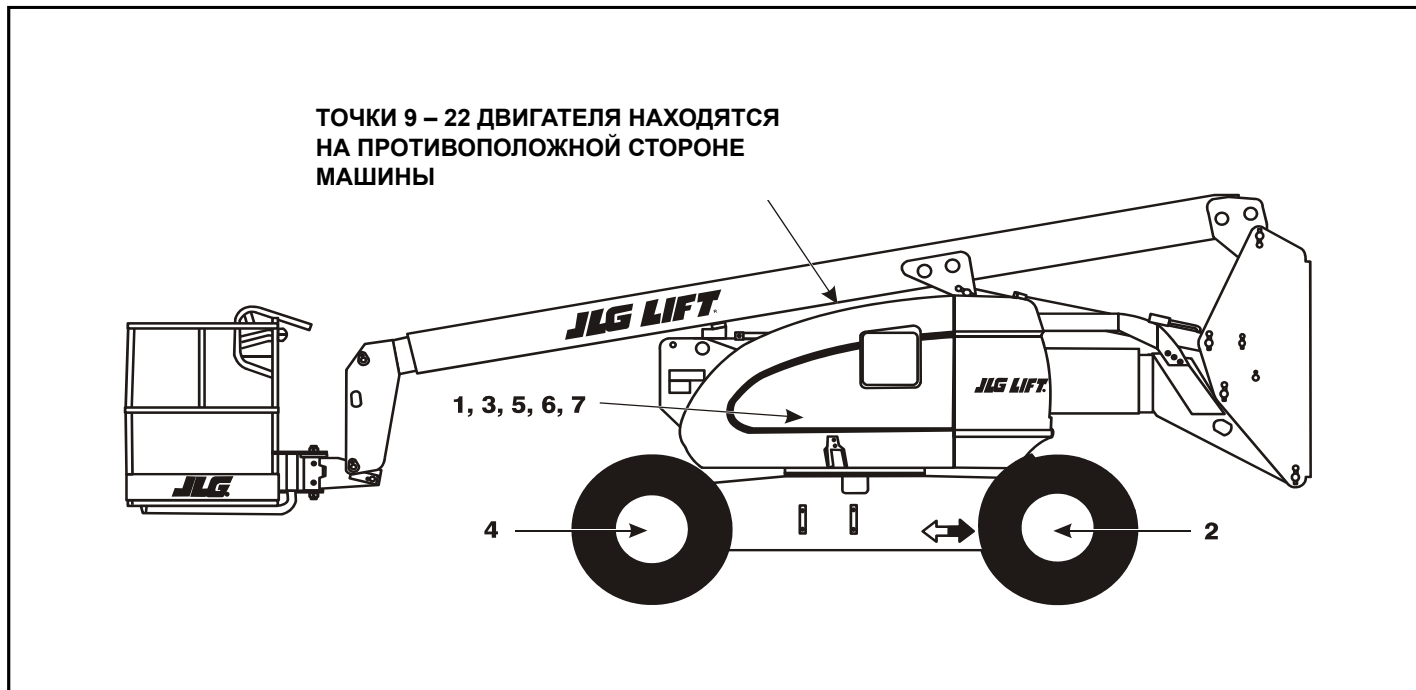

Рисунок 6-10. Точки смазки и места технического обслуживания
*ПРИМЕЧАНИЕ.* Номера соответствуют позициям на Рис. 6-10. , Точки смазки и места технического обслуживания .